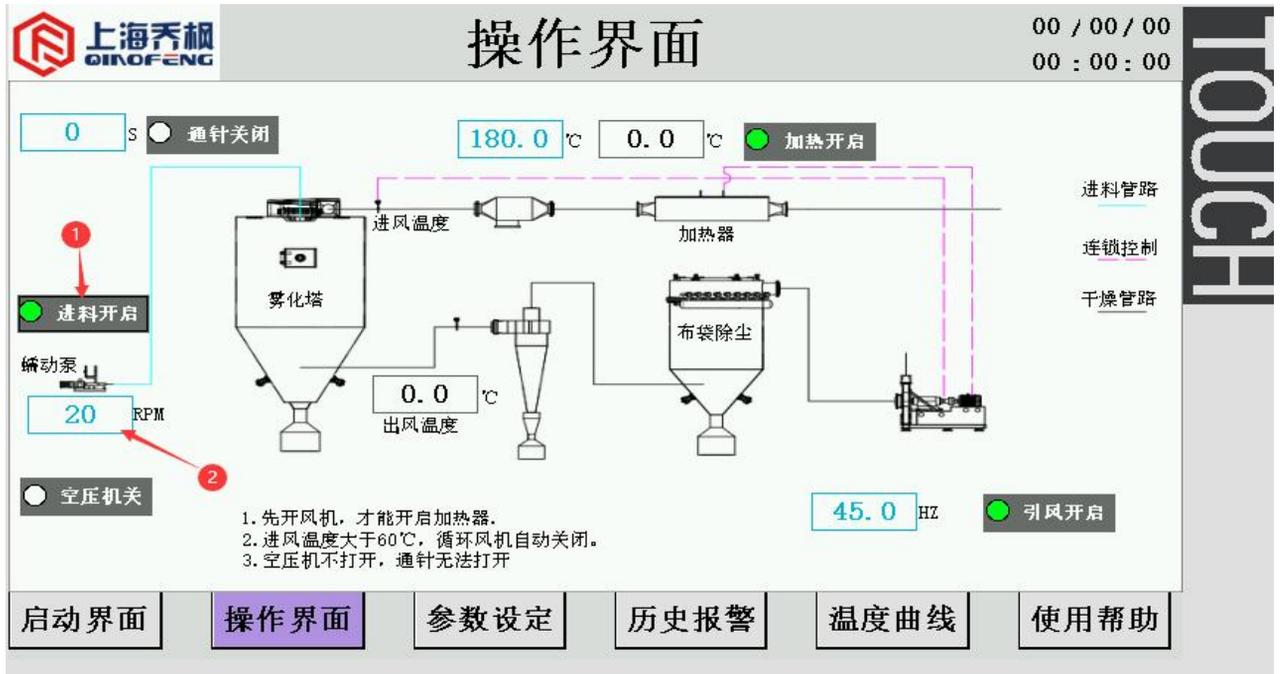

图8
(6) 点击“蠕动泵开关”1，开启蠕动泵。点击“RPM”前的设定框2，用虚拟键盘输入“0-50”，即为蠕动泵电机工作转速为0-50RPM。显示状态如图8所示。